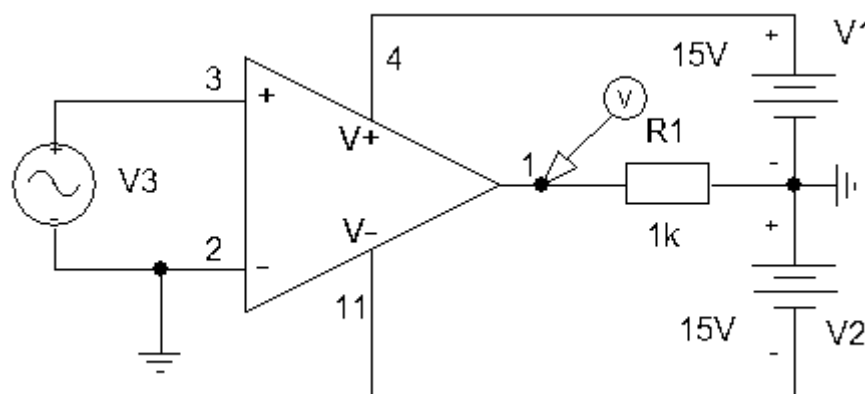
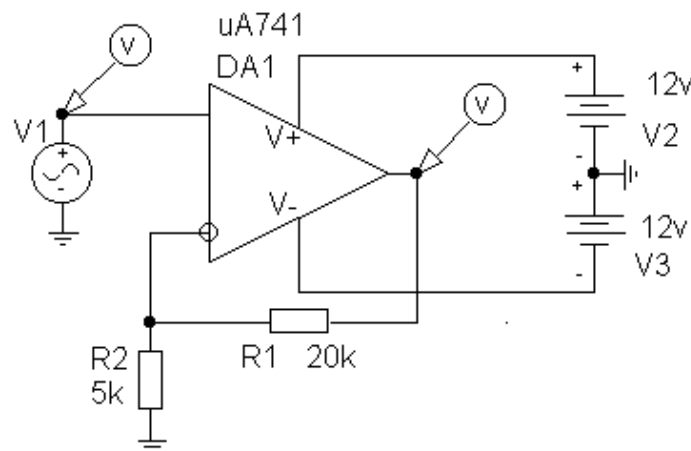

Рис. 1. Рабочая схема для снятия АХ и АЧХ операционного усилителя
Рис. 2. Рабочая схема неинвертирующего усилителя
1. Для получения передаточной характеристики операционного усилителя необходимо собрать схему, показанную на рис. 1. Компоненты для этой схемы можно найти в библиотеке моделей:
- собрать схему, показанную на рис. 2, воспользовавшись схемой рис. 1, на вход и выход схемы подключить маркеры контроля напряжения;
6. Для исследования работы мультивибратора необходимо на основе схемы рис. 1 собрать схему, показанную на рис. 5. После чего: